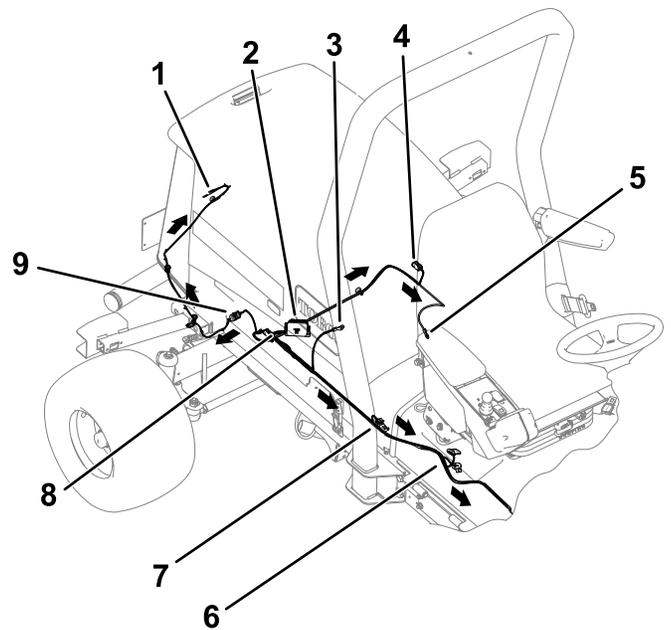
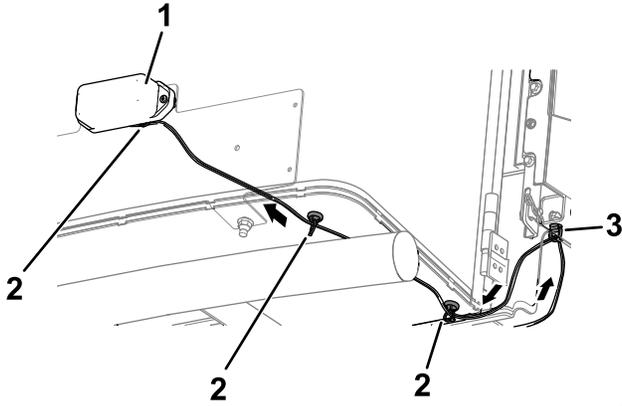

Bild 17
Bild 19
4. Verlegen Sie den Kabelbaum zur linken Seite der Maschine, wie in Bild 17 abgebildet.
5. Schließen Sie das Motorerdkabel des Kabelbaums am Erdungsblock an (Bild 17).
6. Schließen Sie den Kabelbaum an den rechten und linken Rücklichtern an (Bild 17).
- Schließen Sie den langen Adapterkabelbaum an den Lampen des Nummernschilds an. (Bild 17 und Bild 19).
In Bild 19 finden Sie die entsprechende Stelle für die Befestigung des Magnetverbindungsstücks an der Maschine. Platzieren Sie einen Magnet an der Innenoberfläche der Nummernschildbefestigung. Verlegen Sie den Adapterkabelbaum durch den Bindenclip, den Sie im vorherigen Schritt eingesetzt haben.
- Verlegen Sie den Kabelbaum entlang der rechten Rahmenschiene (Bild 17).
- Schließen Sie den Kabelschuh am Anlasser an (Bild 17).
- Schließen Sie den Kabelbaum an der Rundumleuchte an (Bild 17).
- Schließen Sie den Kabelbaum am Neutralschalter an (Bild 17).